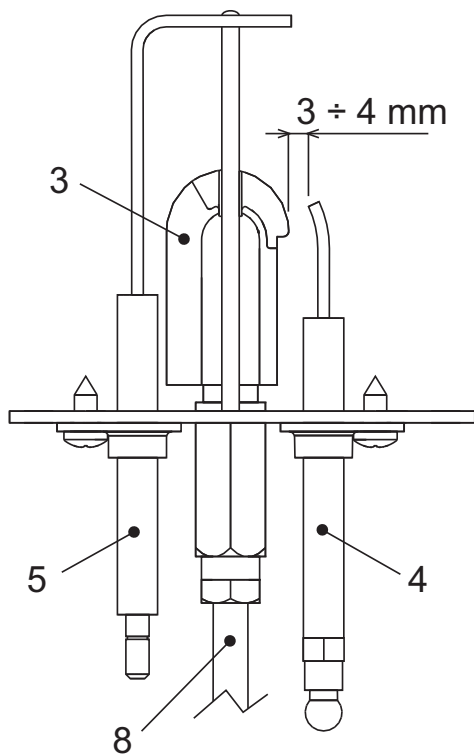

fig. 11 -
- Электроды должны быть установлены правильно и не иметь следов накаливания (см. рис. 11).
Проверьте правильность позиционирования электродов, а также отсутствие на них отложений (смотреть рис. 11).